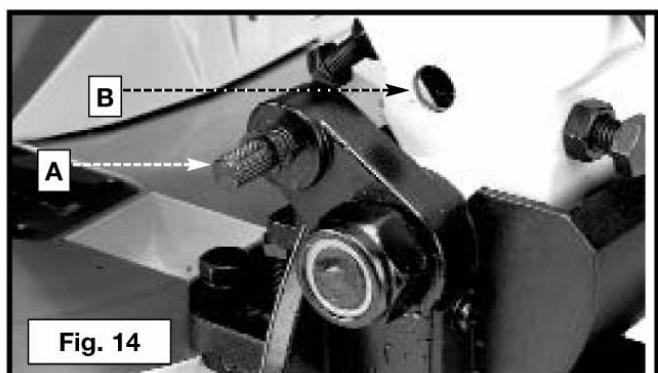

Fig. 14
Quando transportar a serra, trave a cabeça de corte na posição abaixada. Abaixe o braço de corte e puxe o êmbolo (A) Fig. 14 até que a outra ponta do êmbolo (A) encaixe no furo do braço de corte (B).